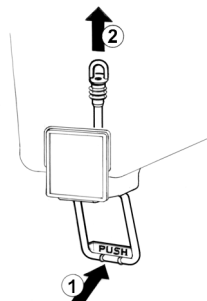

figure 2
**5 Robinet avec tube en caoutchouc:** pousser (1) le levier de débit robinet et défiler (2) le tuyau robinet de son siège sur le fond du réservoir (voir figure 2).